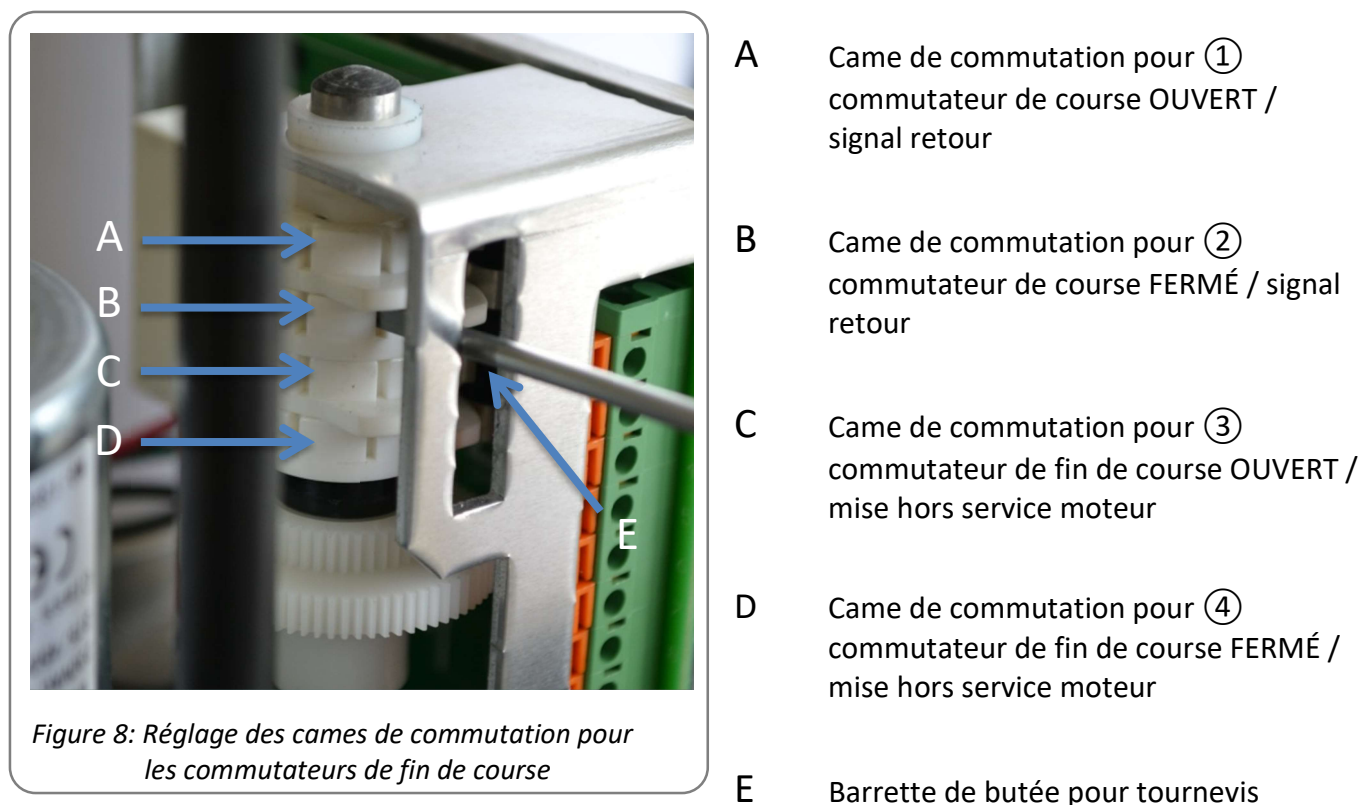

Figure 8: Réglage des cames de commutation pour les commutateurs de fin de course
- Avec un tournevis adéquat (largeur de lame 4 mm), tourner la came du commutateur de fin de course FERMÉ (*Figure 8; D*) dans le sens des aiguilles d'une montre jusqu'à entendre le clic du microrupteur.
- Avec un tournevis adéquat (largeur de lame 4 mm), tourner la came du commutateur de fin de course OUVERT (*Figure 8; C*) dans le sens inverse des aiguilles d'une montre jusqu'à entendre le clic du microrupteur.
Pour régler les cames de commutation, utilisez la barrette avec le repère E sur le figure 8 comme butée de tournevis.
- Avec un tournevis adéquat (largeur de lame 4 mm), tourner la came du commutateur de fin de course FERMÉ (*Figure 8; B*) dans le sens des aiguilles d'une montre jusqu'à entendre le clic du microrupteur.
- Avec un tournevis adéquat (largeur de lame 4 mm), tourner la came du commutateur de fin de course supplémentaire OUVERT (*Figure 8; A*) dans le sens inverse des aiguilles d'une montre jusqu'à entendre le clic du microrupteur.